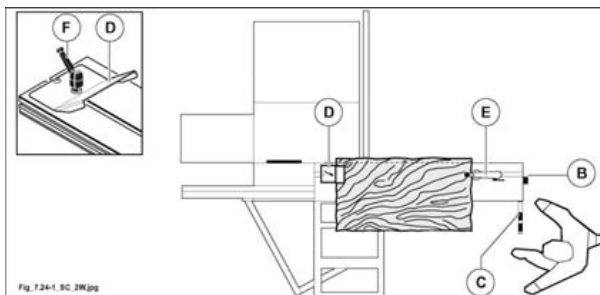

Fig. 7.24-1
- Nelle lavorazioni di pannelli di grandi dimensioni, posizionare la riga telescopica e il telaio di squadra in spinta (vedi fig. 7.24-1); con questa posizione si ottiene la massima lunghezza di taglio.
- Aprire completamente il vagono come in fig. 7.24-1 e bloccarlo con la leva (B fig. 7.24-1).
- Appoggiare il pezzo da rifilare sul vagono e sul telaio come mostra la fig. 7.24-1.
- Allentare la maniglia (F fig. 7.24-1) e far scorrere la battuta a tegola (D fig. 7.24-1) nella scanalatura per portarla in appoggio al pezzo.
- Serrare la maniglia (F fig. 7.24-1).
- Avvicinare il gruppo pressatore (E fig. 7.24-1) al pezzo.
- Sbloccare il vagono agendo sulla leva (B fig. 7.24-1).
far avanzare il pezzo contro la lama (già impostata all'altezza voluta) spingendo il vagono dalla maniglia (C fig. 7.24-1).